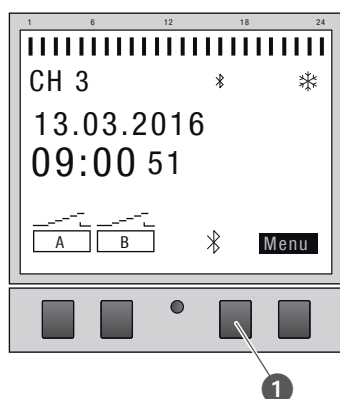

Fig. 22: Opbygning af Bluetooth-forbindelse på kanaludvidelsen
6. Tryk på Bluetooth-knappen (Fig. 22/①) på kanaludvidelsen.